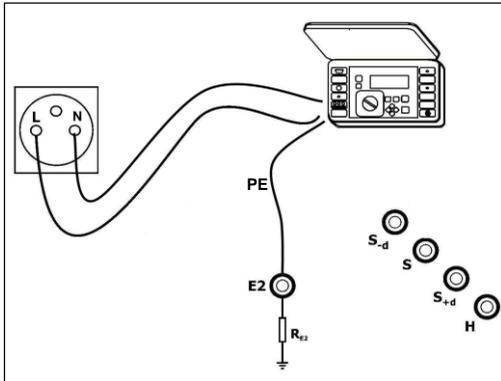

Abb. 14. Anschließen des Messgeräts
- Schließen Sie das Kurzschlusschleifenimpedanzmessgerät gemäß Abb. 14 an,